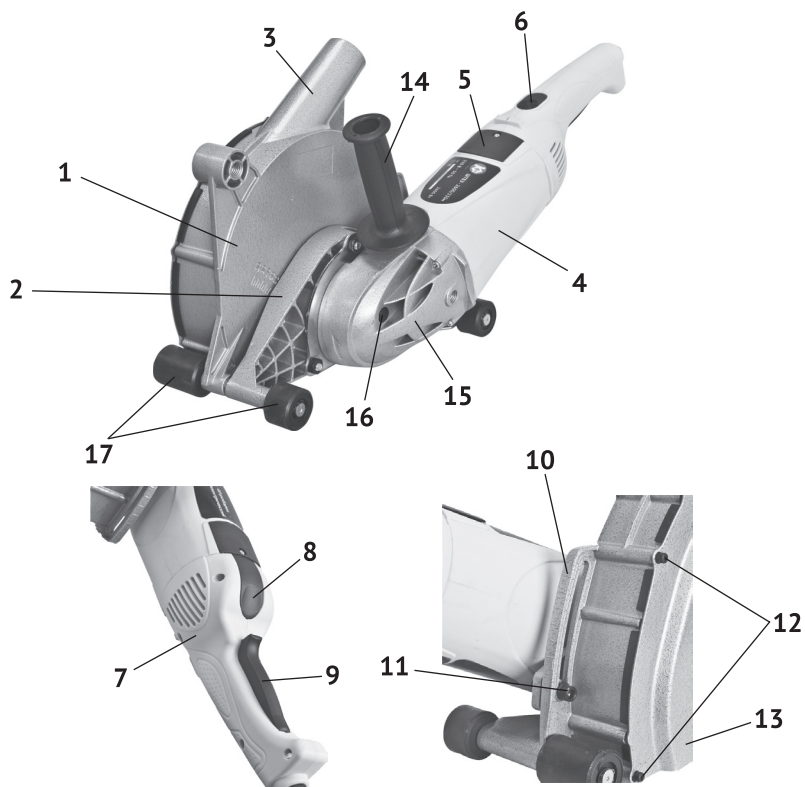

рис.1
1.1.3 Коллекторный двигатель расположен в пластиковом корпусе (рис.1 поз.4). К корпусу двигателя сзади крепится поворотная рукоятка (рис.1 поз.7) с кнопкой фиксации (рис.1 поз.8) механизма поворота. Крутящий момент с якоря электродвигателя, через коническую пару шестерён, расположенных в металлическом редукторе (рис.1 поз.15) передаётся на шпindelь штробореза. На металлическом защитном кожухе (рис.1 поз.1) находится шкала установки
глубины реза (рис.1 поз.10) с винтом фиксации (рис.1 поз.11). В передней части штробореза в корпус промежуточный (рис.1 поз.2) и кожух (рис.1 поз.1) вставлена ось с закреплёнными на ней ходовыми роликами (рис.1 поз.17). Задняя ось с роликами закреплена только на кожухе, для обеспечения его перемещения относительно промежуточного корпуса (и редуктора) при изменении глубины реза.
1.1.4 Клавиша выключателя (рис.1 поз.9) расположена в нижней части поворотной рукоятки (рис.1 поз.7). Перед клавишей расположена кнопка-рычаг фиксации поворота рукоятки (рис.1 поз.8) в трёх положениях. Для удобного удержания кистью руки инструмента в труднодоступном месте или при нестандартном расположении обрабатываемой поверхности, в данной модели реализована функция поворота рукоятки влево относительно корпуса двигателя на 90 или 180° по окружности, в плоскости перпендикулярной оси пиления.
- нажать на кнопку (рис.1 поз.6) – клавиша выключателя разблокируется;
- после нажатия на клавишу выключателя, кнопка (рис.1 поз.6) утопится (со щелчком) и зафиксирует клавишу во включённом положении;
1.1.5 На корпусе редуктора (рис.1 поз.15) находится кнопка стопора шпинделя (рис.1 поз.16), для установки (замены) рабочих дисков инструмента.
На крышке защитного кожуха (рис.1 поз.13) стрелкой указано направление вращения шпинделя.
Общий вид штробореза представлен на рис.1
- малым шестигранным ключом, из комплекта поставки, открутить винты крепления (рис.1 поз.12) и снять крышку кожуха (рис.1 поз.13) и прокладку;
- зафиксировать шпindel, нажав кнопку стопора (рис.1 поз.16);
- нажать кнопку-рычаг (рис.1 поз.8) ближе к клавише выключателя (рис.1 поз.9), при этом рычаг выйдет из зацепления с корпусом (рис.1 поз.4);
- большим шестигранным ключом, из комплекта поставки, ослабить винт фиксации глубины реза (рис.1 поз.11);
- поднимая (опуская) за рукоятку промежуточный корпус с редуктором и двигателем, выбрать по шкале (рис.1 поз.10) необходимую глубину реза и зафиксировать винтом.
В инструменте предусмотрена установка дополнительной рукоятки (рис.1 рлз.14) в трёх положениях: два резьбовых отверстия в редукторе (сверху и сбоку) и одно отверстие в верхней части защитного кожуха (рис.1 поз.1).
На патрубок пылеотвода (рис.1 поз.3) используя адаптер (в комплект поставки не входит) подключается промышленный пылесос для отвода пыли из зоны реза.
- открутить крышки щёткодержателей (рис.1 поз.5) на корпусе двигателя (рис.1 поз.4);